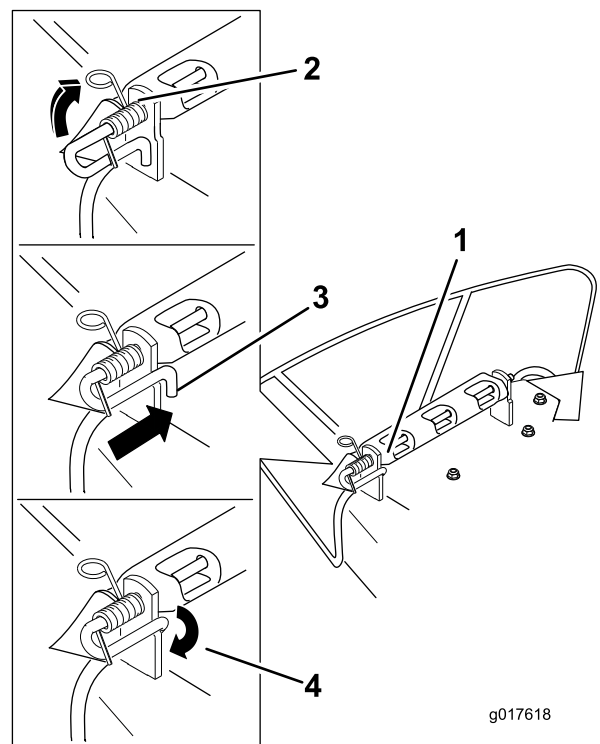

**Figure 62**
1. Désengagez le ressort du cran dans le support de déflecteur et sortez la tige des supports soudés du tablier, du ressort et du déflecteur d'éjection (Figure 62). Enlevez le déflecteur s'il est endommagé ou usé.
2. Positionnez le nouveau déflecteur d'éjection en plaçant les extrémités du support entre les supports soudés du tablier, comme illustré à la Figure 62.